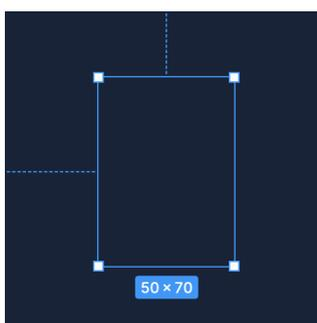

Рис. 3.66. Создание фрейма
1) Создайте новый Frame (F) и задайте ему размер, соответствующий виду датчика. Назовите фрейм в слоях, например, “Pump / Right” (рис. 3.66).
Процесс создания мнемосхемы заключается в комбинации различных компонентов с элементами графического дизайна и размещении их на экране. В целом, процесс создания мнемосхемы аналогичен созданию компонентов: в нем также задействован внешний редактор (рис. 3.66).